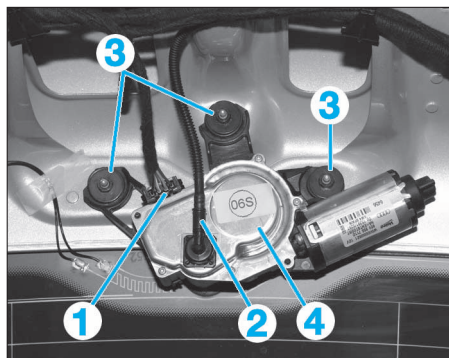

FIG. 79
- Débrancher le connecteur (1) (Fig.79).
- Déverrouiller le flexible de la canalisation de lave-vitre (2).
- Déposer les écrous (3).
- Retirer le moteur (4) du hayon.